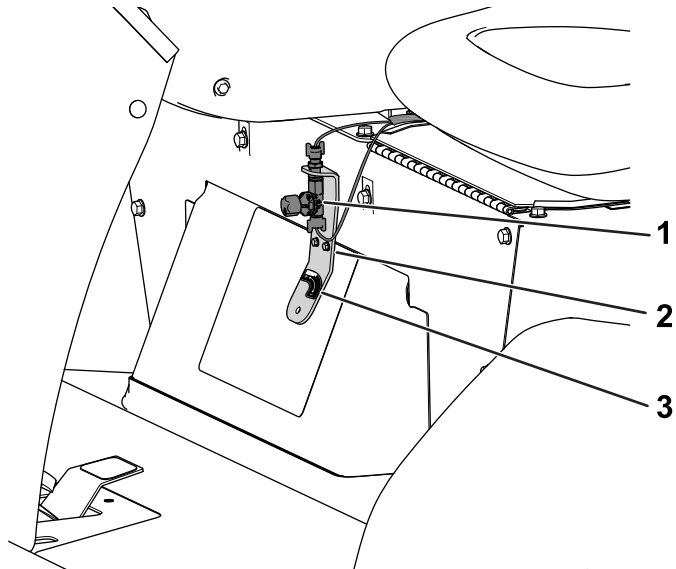
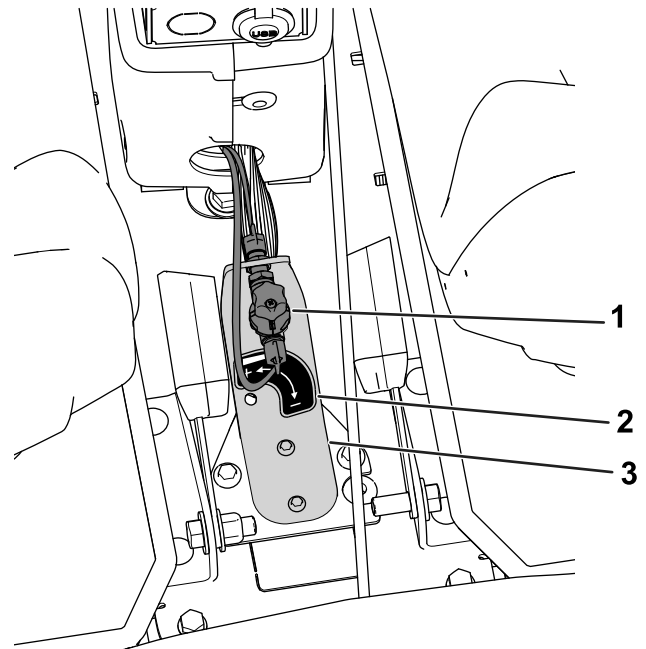

Figure 11
Figure 12
6. Apposez l'autocollant à l'emplacement indiqué à la Figure 11 ou la Figure 12.